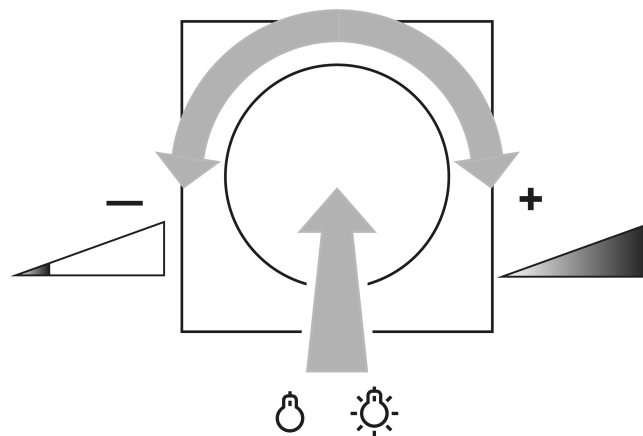

Figure 1: Commutation de la lumière ou réglage de la luminosité
- Appuyer brièvement sur le bouton de réglage : la lumière s'allume ou s'éteint (voir figure 1).
- Tourner le bouton de réglage rapidement : la luminosité est modifiée rapidement (voir figure 1).
- Tourner le bouton de réglage lentement : la luminosité est modifiée lentement (voir figure 1).